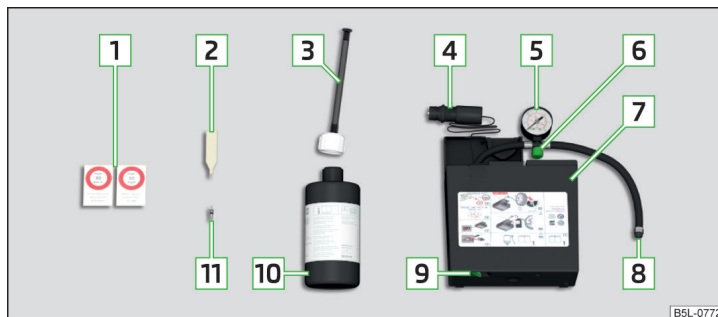

Fig. 170 Imagen esquemática: Componentes del kit de averías
Componentes del kit de averías » fig. 170
- Pegue la etiqueta adhesiva correspondiente **1** » **fig. 170 de la página 208** sobre el tablero de instrumentos en el campo visual del conductor.
- Agite la botella de inflado de neumáticos **10** » **fig. 170 de la página 208** fuertemente varias veces.
- Enrosque el tubo flexible **8** » **fig. 170 de la página 208** del compresor de aire fijándolo en la válvula del neumático.